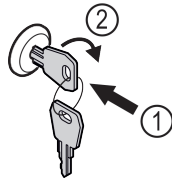

Fig. 120
- ▶ Introducir la llave Fig. 120 (1).
- ▶ Girar la llave 90° en sentido horario Fig. 120 (2).